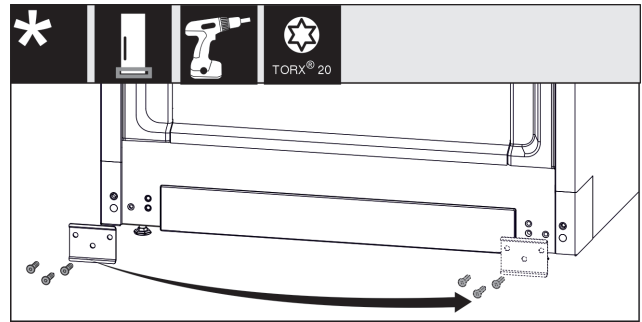

Fig. 28
- ▶ Csavarozza le a lemezt Fig. 28 (1), helyezze át a másik oldalra, és ismét csavarozza fel.